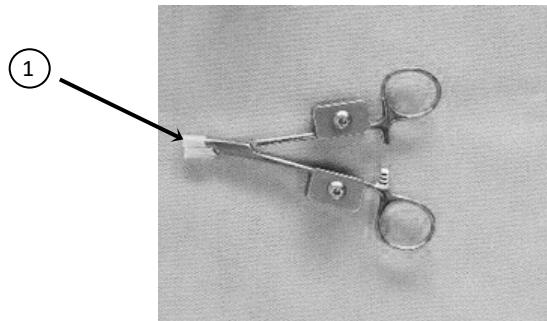

Рисунок 16. Полимерные трубы, надетые на кончики кровоостанавливающего зажима
89. Отрежьте два сегмента полимерной трубы и наденьте их на кончики кровоостанавливающего зажима (см. **рисунок 16** — компонент 1, трубка из комплекта поставки основного доставочного катетера).